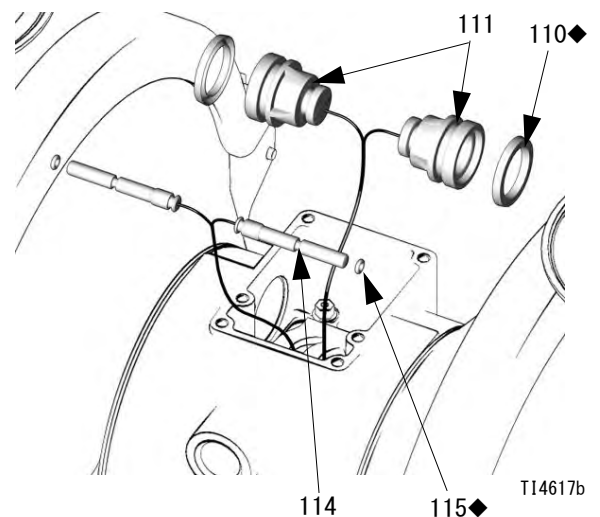

図 8
4. 2 本のアクチュエータピストン (111) を引き抜きます。ピストンから U カップのパッキン (110) を外します。パイロットピン (114) を引き抜きます。パイロットピンから 0 リング (115) を外します。図 8 を参照のこと。